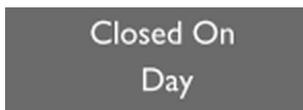

Fig. 20
11. Le jour où la machine à café ne sera pas utilisée peut être réglé (fig. 20) en augmentant ou en baissant les valeurs par la pression sur les touches  ou .